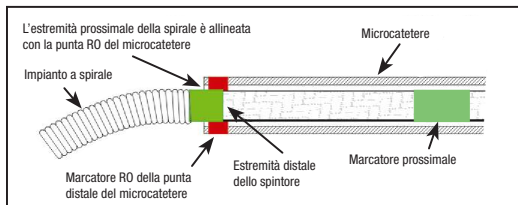

Figura 4: posizione delle bande di marcatura per il distacco
26. Far avanzare la spirale nel sito desiderato finché il marcatore radiopaco sullo spintore non è allineato o leggermente distale rispetto al marcatore RO della punta distale del microcatetere, posizionando la zona di distacco appena fuori dalla punta del microcatetere. Vedere la Figura 4.